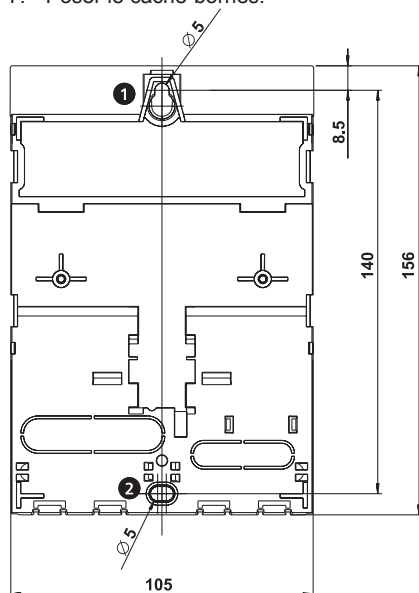

Fig. 2 : Face arrière du régulateur avec ouvertures supérieures ❶ et inférieures ❷
2. Serrer la vis de l'ouverture supérieure du montage ❶ (fig. 2) de sorte que la tête de la vis ait un écart de 5 7 mm par rapport à la surface de montage.
4. Marquer l'emplacement de l'ouverture inférieure du montage ❷ à l'aide du boîtier du régulateur.
6. Accrocher le régulateur à l'ouverture supérieure du montage ❶ et le fixer en le vissant au niveau de l'ouverture inférieure du montage ❷.